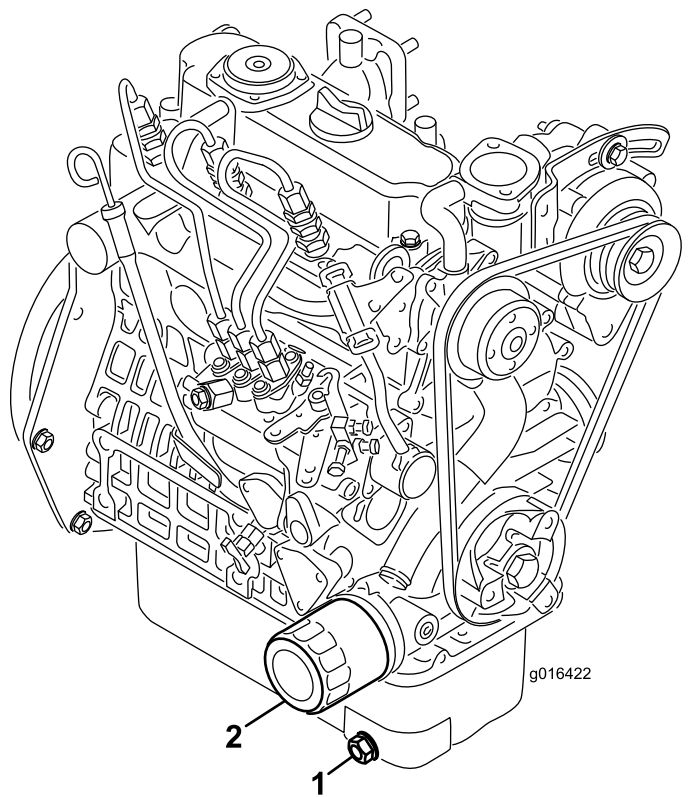

図 35
1. ドレンプラグ 図 35 を外してオイルを容器に受ける。オイルが抜けたらドレンプラグを取り付ける。